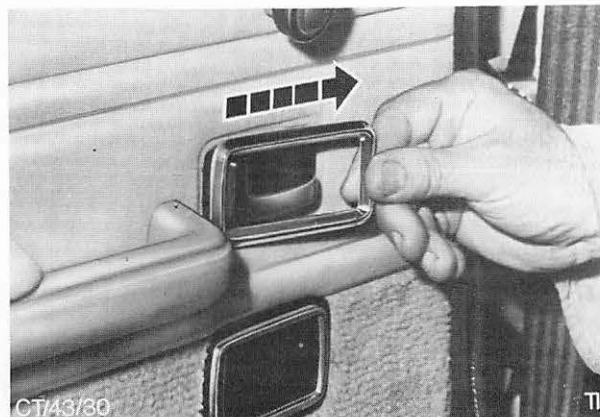

Abb. 39 Zierrahmen – Türöffnungshebel innen abbauen. Zierrahmen in Pfeilrichtung schieben, damit die Krallen frei werden, dann abheben
1. Hinterkante des Zierrahmens – Türöffnungshebel innen anheben und gleichzeitig Rahmen nach vorne schieben, damit die Krallen aus den Schlitzen frei werden. Sobald die Krallen frei sind, kann der Rahmen abgehoben werden. Abb. 39.